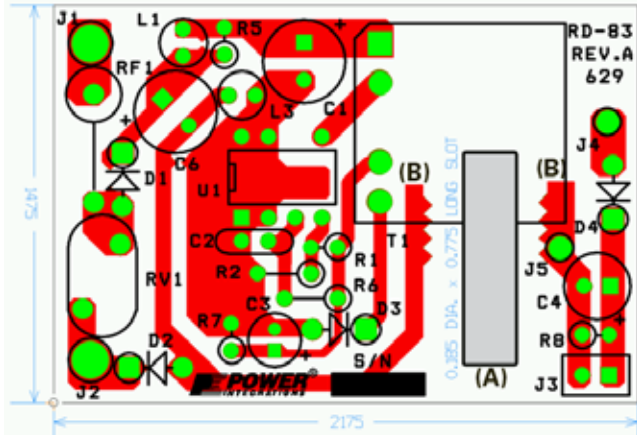

图2. PCB 布板一沟槽（A）提供扩展的空间距离和爬电距离。火花隙提供高电流绕过元件返回输入的路径（B）
由于不用光耦和Y1电容，在PCB板上实现了可承受10 kV雷击需要的空间距离和爬电距离。次级绕组用三层绝缘线飞线（J4和J5）到PCB板满足从初级到次级需要的爬电距离。图2显示了PCB布板。
- 给浪涌放电电流提供一个绕过敏感电子元件的路径（看图2的火花隙（B））。